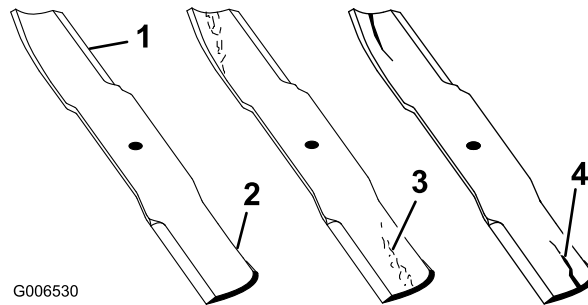

Bild 53
1. Untersuchen Sie die Schnittkanten (Bild 53). Entfernen und schärfen Sie die Messer, wenn die Schnittkanten nicht scharf sind oder Auskerbungen aufweisen. Siehe Schärfen der Messer“.
2. Prüfen Sie die Schnittmesser, insbesondere den gebogenen Bereich (Bild 53). Wenn Sie Schäden, Verschleiß oder Rillenbildung in diesem Bereich feststellen (Bild 53), sollten Sie sofort ein neues Schnittmesser einbauen.